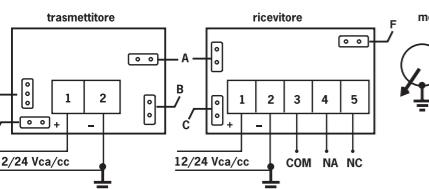

figura 2
2. Effettuare i collegamenti secondo le indicazioni riportate in figura 2; prestare attenzione alla polarità delle tensioni nel caso di tensione continua o di utilizzo nel modo sincronizzato di due coppie di fotocellule.
b. Per ottenere il funzionamento sincronizzato si devono alimentare i dispositivi come indicato in figura 3, con tensione alternata 12/24 V, prestando attenzione ai collegamenti e spostando il ponticello sul trasmettitore in posizione "sincronizzato" (vedi figura 2 punto D).